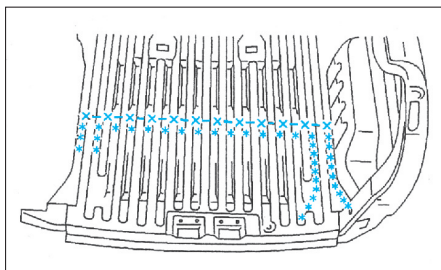

FIG. 126
- Dégraffer les points de soudure électrique à l'aide d'une fraise Ø 8 mm (Fig.126).